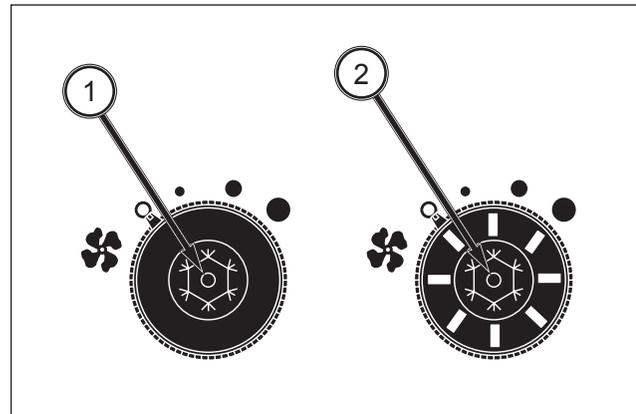

FIG. 135
**FIG. 135** : Pour mettre en marche la climatisation, appuyez sur le bouton (1). Le bouton de climatisation (2) s'allume quand la climatisation est en marche. Pour régler la climatisation, tournez l'interrupteur de contrôle de vitesse du ventilateur en position « ON ». Pour éteindre la climatisation, appuyez à nouveau sur le bouton.